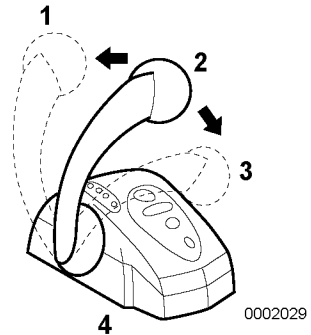

Figure 11
Utilisez le dispositif de commande à levier unique (**Figure 11, (4)**) du gouvernail pour faire marche AVANT (**Figure 11, (1)**), ARRIÈRE (**Figure 11, (3)**) ou pour régler au POINT MORT (**Figure 11, (2)**) et pour contrôler la vitesse pour une installation à un seul moteur.